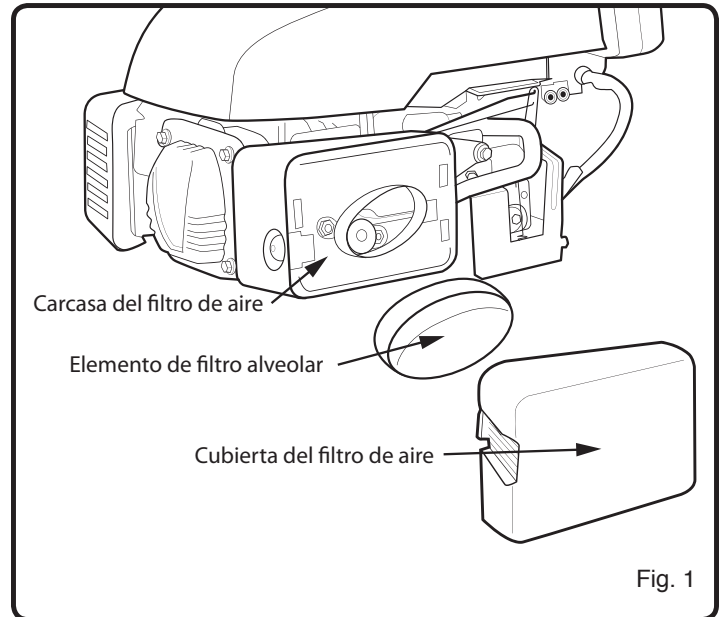

Fig. 1
1. Remove the air filter cover. (See Fig. 1)
2. Carefully remove the foam filter element to prevent debris from falling into carburetor. (See Fig. 1)
1. Retirar la cubierta del filtro de aire. (Ver Fig. 1)
2. Retirar cuidadosamente el elemento del filtro de espuma para evitar que los despojos caigan sobre el carburador. (Ver Fig. 1)